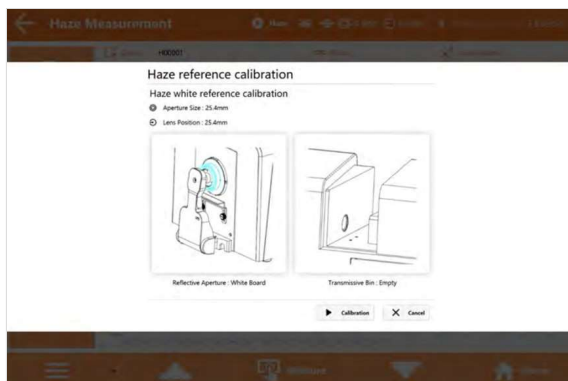

Рис.11 Калибровка белого в режиме измерения мутности
**Шаг 2.** После завершения калибровки черного переходите к калибровке белого в режиме измерения мутности (рис. 11).